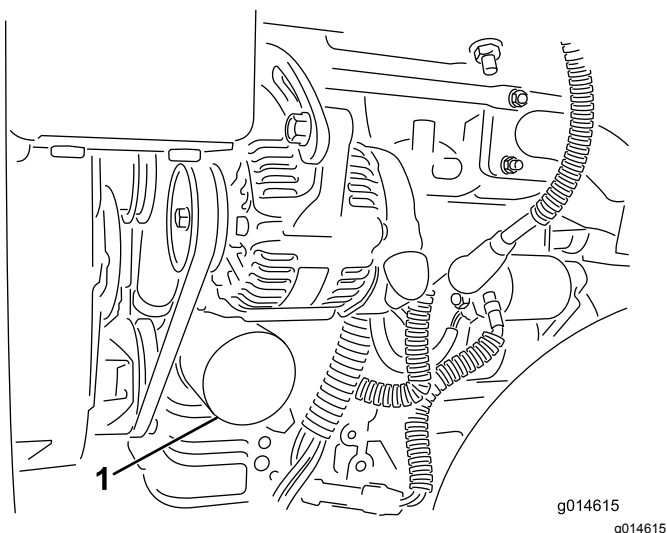

图29
2. 拆下机油滤芯图29。在新的滤芯垫片上涂上薄薄一层干净油。